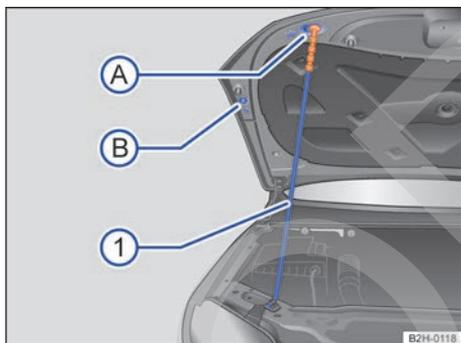

Fig. 144 Sujeción del capó del motor con la varilla de apoyo.
- Desencaje la varilla de sujeción → fig. 144 ① del lado derecho de la chapa portacierre por el extremo de color → ⚠.
- Introduzca el extremo de color de la varilla en la fijación → fig. 144 A o B.